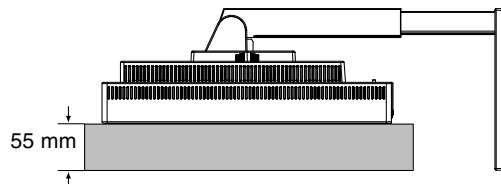

Figure S.1
3. Placez le moniteur face vers le bas sur une surface non abrasive. Placez l'écran sur une plate-forme de 55 mm de manière à ce que le support soit parallèle à la surface (**Figure S.1**).